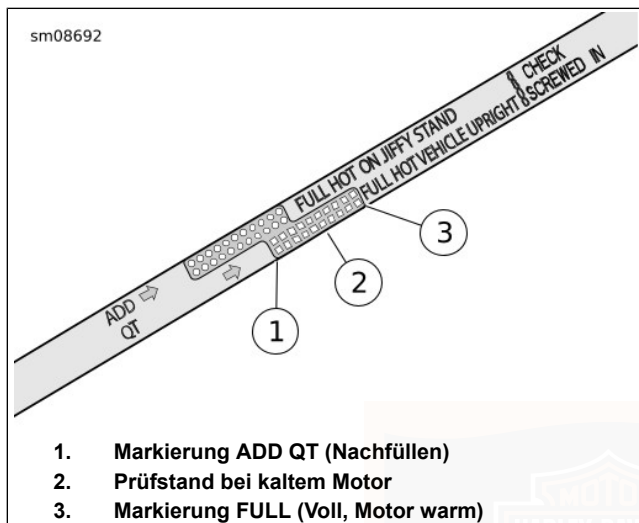

Abbildung 99. Motor-Ölmesstab (Anzeige VEHICLE UPRIGHT [Fahrzeug aufrecht])
- e. Siehe Abbildung 99. Ölstand prüfen. Der korrekte Ölstand bei kaltem Motor liegt auf halbem Wege (2) zwischen den Markierungen ADD QT (Nachfüllen) (1) und FULL HOT (Voll, heiß) (3) auf dem Ölmessstab.
5. Ölstand prüfen. Nur so viel Öl nachfüllen, um den Füllstand zwischen die Ölmessstab-Markierungen ADD QT (1) und FULL HOT (3) zu bringen.
- e. Siehe Abbildung 99. Ölstand prüfen. Der Ölstand sollte zwischen den Markierungen ADD QT (Nachfüllen) und FULL HOT (Voll, heiß) auf dem Ölmesstab stehen.